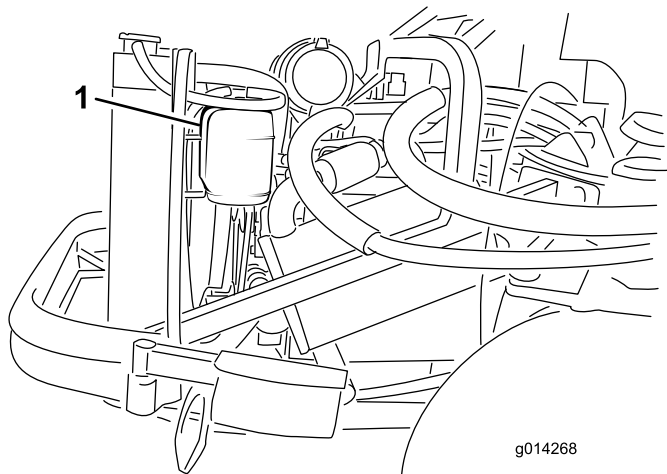

Рисунок 41
1. Проверьте уровень охлаждающей жидкости в расширительном бачке (**Рисунок 41**). Уровень охлаждающей жидкости должен находиться между отметками, имеющимися на стенке бачка.